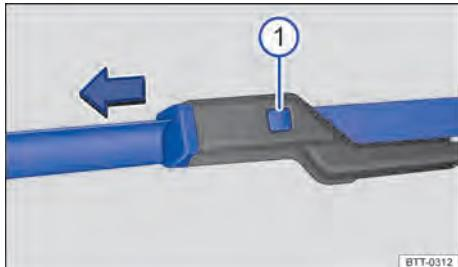

Fig. 179 Substituir as palhetas dos limpadores do para-brisa.
- Manter o botão de destravamento → Fig. 179 ① pressionado e, ao mesmo tempo, puxar a palheta dos limpadores do para-brisa para fora, no sentido da seta.